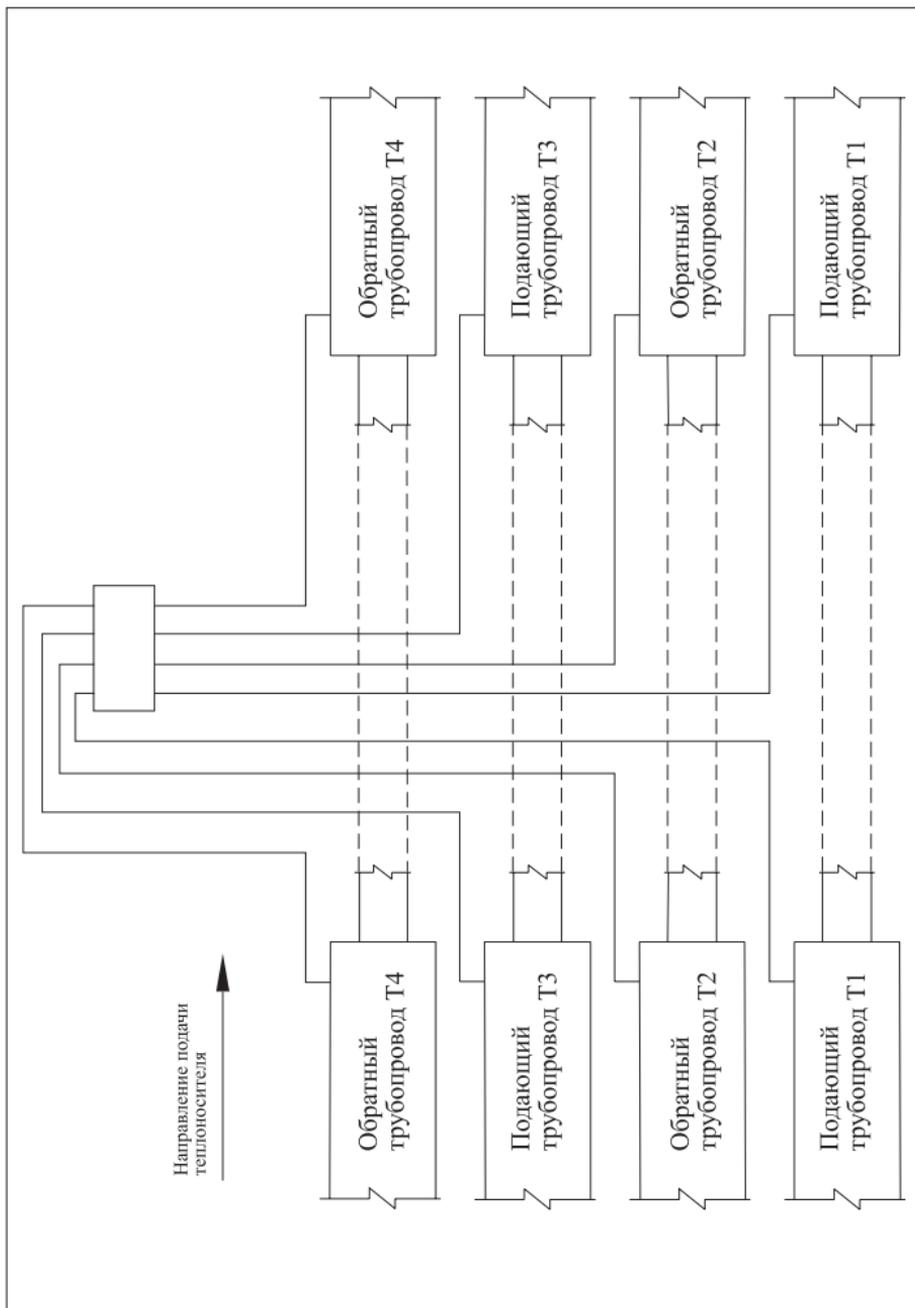

Рис. 4 «Объединение двух независимых четырехтрубных систем ОДК»
- 2.2. Объединение двух независимых четырехтрубных систем ОДК – Рис. 4, 8.